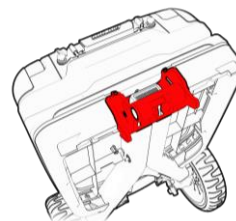

Figura 56
2. Junte las dos partes y use los ganchos para colgar (consulte la Figura 56) para alinear los dos extremos correctamente. En este punto, el botón de liberación central hará clic.